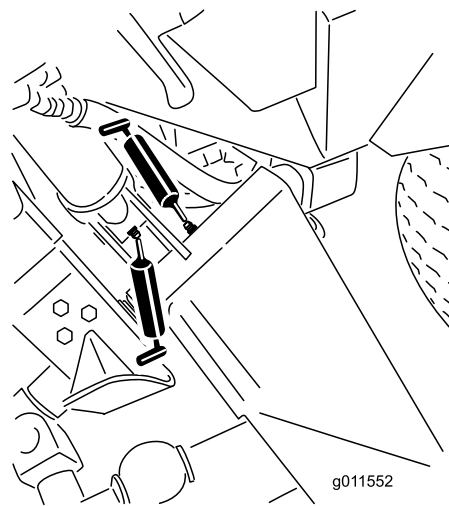
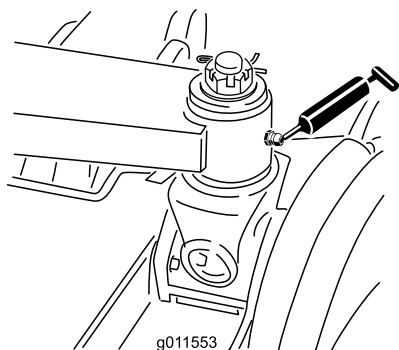

Figura 48
Figura 49
- Seis casquilhos do braço de elevação principal (Figura 48 e Figura 49)